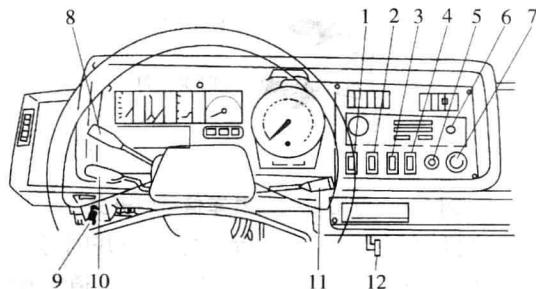

图 1-2 操纵开关
1) 主要操纵开关如图 1-2 所示。操纵开关主要由电源总开关、灯光复合开关、排气制动开关和刮水洗涤开关等组成。